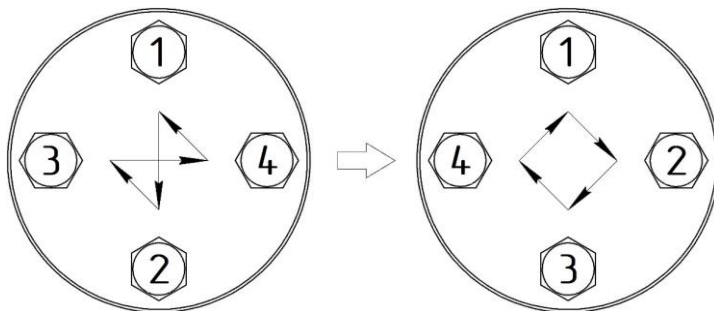

Рисунок 8.1 – Схема затяжки гаек фланцевого соединения
- 7) Затяните накидные гайки ⑦ с моментом затяжки, достаточным для обеспечения герметичности, но не превышающим значение в таблице 2.1.
- Затяжку гаек фланцевого соединения следует выполнять равномерно в 3...4 подхода в последовательности «крест-накрест» (см. рис. 8.1). В качестве последней операции рекомендуем затяжку по кругу.